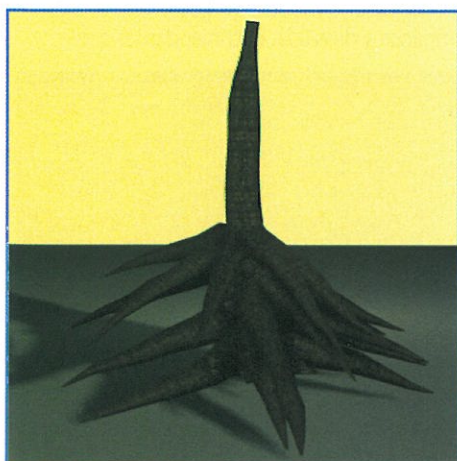
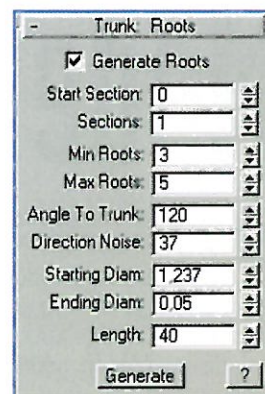

IMAGEN 14. CUATRO SECCIONES DE RAÍCES.
IMAGEN 13. LAS DISTINTAS CARACTERÍSTICAS PARA LA CREACIÓN DE LAS RAÍCES.
- **Roots:** esta propiedad está solamente activada en el nivel *Trunk* ya que se refiere a las raíces. En la imagen 13 tenéis todas las opciones disponibles. Podemos activar la aparición o no de las raíces con *Generate Roots*. *Start Section* dirá al programa en qué punto debe empezar a insertar las raíces. 0 es el valor por defecto, ya que así se pondrán en la base. Aumentar dicho valor hará que aparezcan en lugares más altos. *Sections* es el número de secciones en las que queremos que aparezcan raíces. La imagen 14 tiene activada 4 secciones. El número de raíces que aparecerán en cada sección vendrá comprendido entre los valores establecidos en *Min Roots* y *Max Roots*. *Angle to Trunk* es el ángulo que queremos que tengan las raíces respecto al tronco, mientras